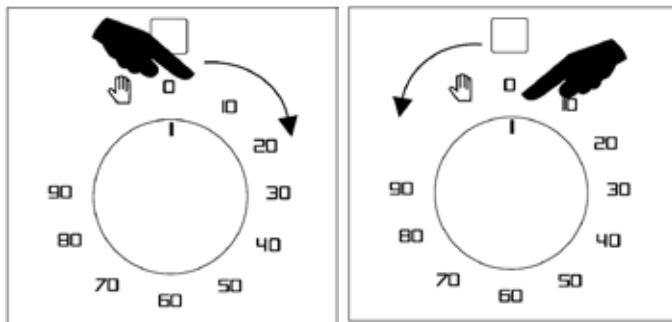

Figura 9
* **Rotisor:** Instalați elementele precum este exemplificat (vezi figura 9)
Puteți seta temporizatorul pentru o durată maximă de 90 de minute prin rotirea butnoului la durată dorită (vezi figura 9). Cuptorul va porni de îndată ce sunt setate modul de funcționare și temperatura de coacere și se va opri automat la sfârșitul duratei de timp setate. La sfârșitul perioadei setate temporizatorul va emite un semnal sonor de avertizare. Durata de funcționare maximă a cuptorului cu temporizatorul activ (funcționare automată) este de 90 minute. Pentru o durată mai mare setați temporizatorul pe mod manual, prin